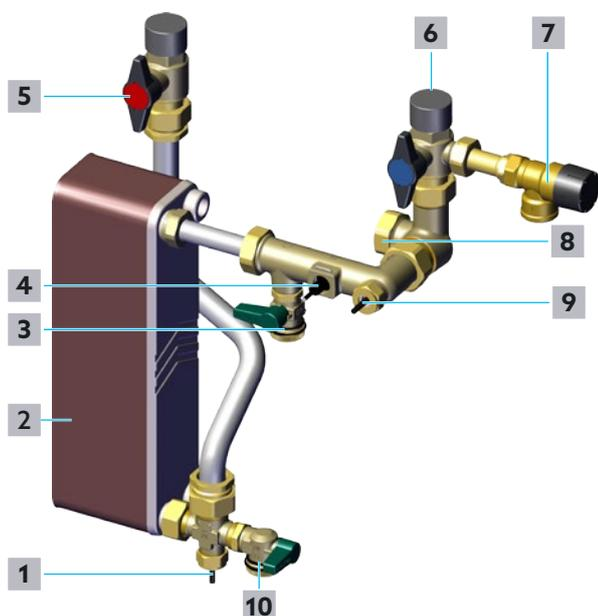

Fig. 19 - Riempimento e sfiato del circuito ACS
- 1 Aprire lentamente la valvola a sfera di chiusura dell'acqua potabile calda (vedere 5 in Fig. 19 a pagina 26 e 10 in Fig. 2 a pagina 12).
- 2 Aprire lentamente la valvola a sfera di chiusura dell'acqua potabile fredda (vedere 6 in Fig. 19 a pagina 26 e 11 in Fig. 2 a pagina 12).
- ▶ Se continuano ad essere presenti eventuali rumori prodotti da eventuali sacche d'aria all'interno del circuito dell'acqua potabile, aprire leggermente il rubinetto a sfera di carico e scarico della caldaia dell'acqua potabile calda fino a quando non fuoriesce solo acqua (vedere posizione 10 in Fig. 19 a pagina 26 e posizione 16 in Fig. 2 a pagina 12).